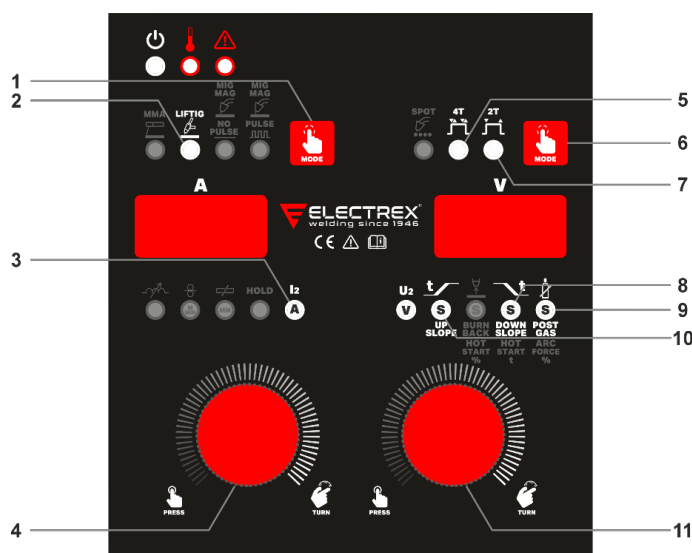

Fig 10.
- Sélectionner mode de soudage TIG en appuyant sur la touche 1 (Fig.10) jusqu'à ce que le LED LIFTIG s'allume.
8.4.1. Paramètres de soudage LIFTIG (voir Fig.10)
Sélectionner le mode torche en appuyant sur la touche 6 (Fig.10) jusqu'à ce que la LED 5 (Fig.10) s'allume pour le mode torche 4T ou la LED 7 (Fig.10) pour le mode torche 2T.